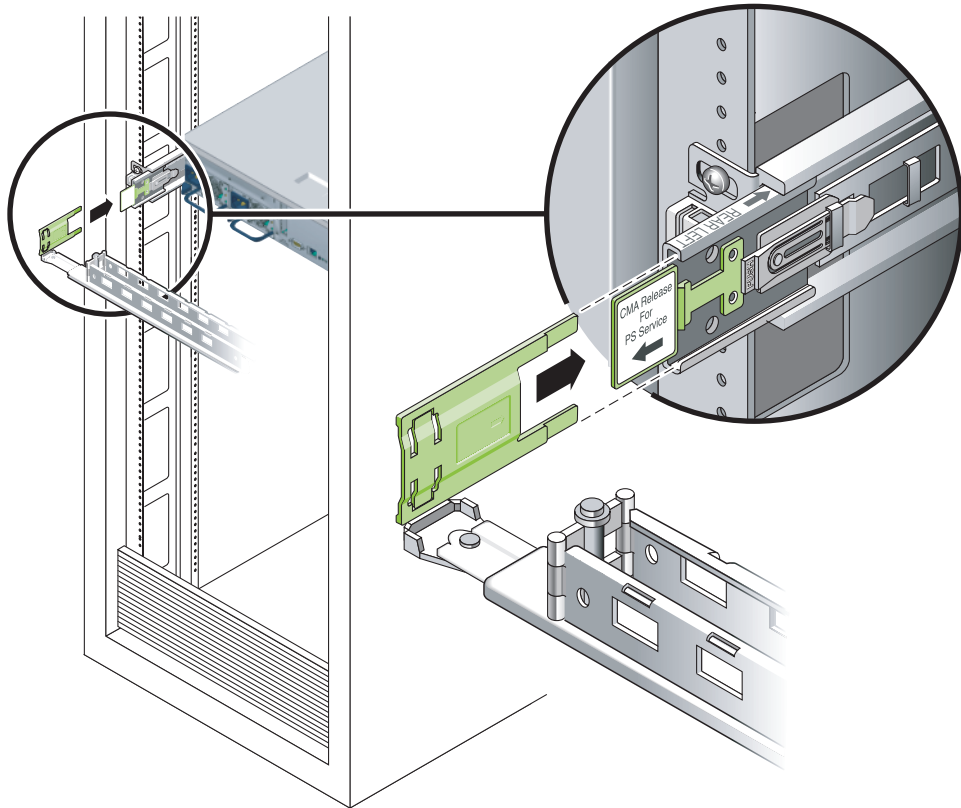

FIGURE 3-33 Montage du côté gauche du rail
4. Insérez complètement le connecteur en plastique à charnières à gauche du CMA dans l'extension de rail du CMA (FIGURE 3-33).